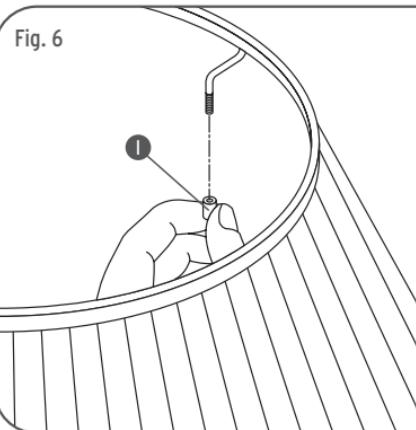

Fig. 6
<IT> Fig.6 Svitare i rullini di fissaggio (I). <GB> Fig.6 Unscrew the attachment rolls (I). <DE> Abb.6 Die kleinen Befestigungszylinder (I) aufschrauben. <FR> Fig.6 Dévisser les petits rouleaux de fixation (I). <ES> Fig.6 Desenrollar los carretes de fijado (I). <PT> Fig.6 Desaparafusar os rolos de fixação (I); <RUS> Рис.6 Отвинтить стопорные ролики (I).